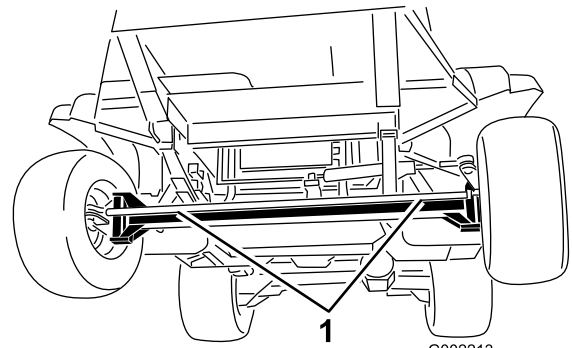
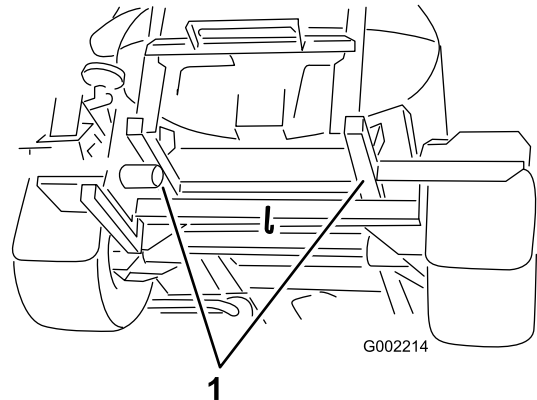

Figura 46
Figura 47
4. Applicate un cavo di traino al telaio; fate riferimento ai punti di traino anteriori e posteriori (Figura 46 e Figura 47).